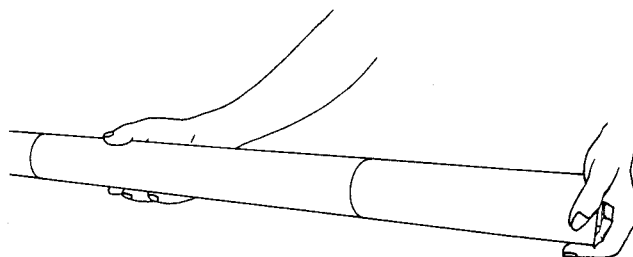

Abbildung 28
- (13) Auf der linken Seite gemäß der Beschreibung in (10) und (11) vorgehen, um die Spule herauszu- ziehen.
(14) Nach Herausziehen der Spule diese mit einem Gummiband sichern. (Abbildung 28)